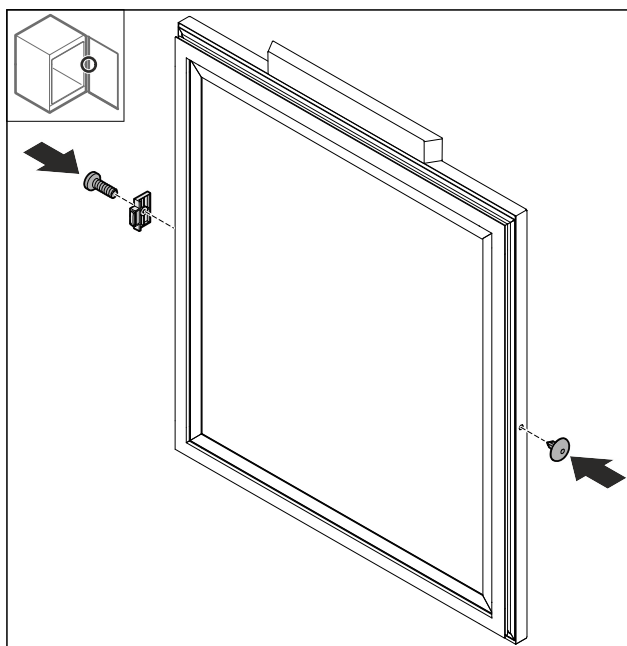

Fig. 70
- ▶ Odbojnik drzwi zamontować Fig. 70 (1) w pozycji obróconej o 180° po przeciwnej stronie.
- ▶ Założyć Fig. 70 (2) osłonę po przeciwnej stronie.